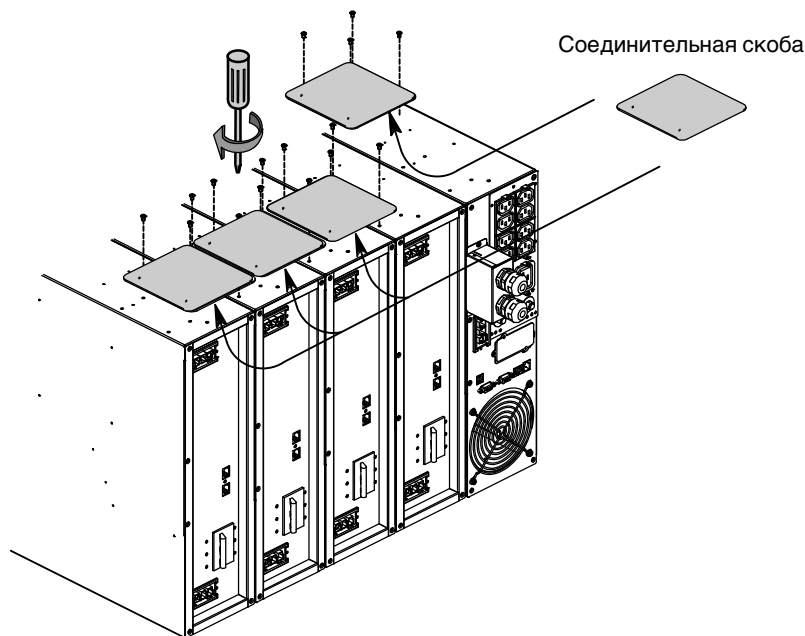

Рисунок 16. Установка соединительных скоб
9. Совместите каждую соединительную скобу с близлежащими отверстиями для винтов в шкафу и закрепите прилагаемыми винтами (см. Рисунок 16).